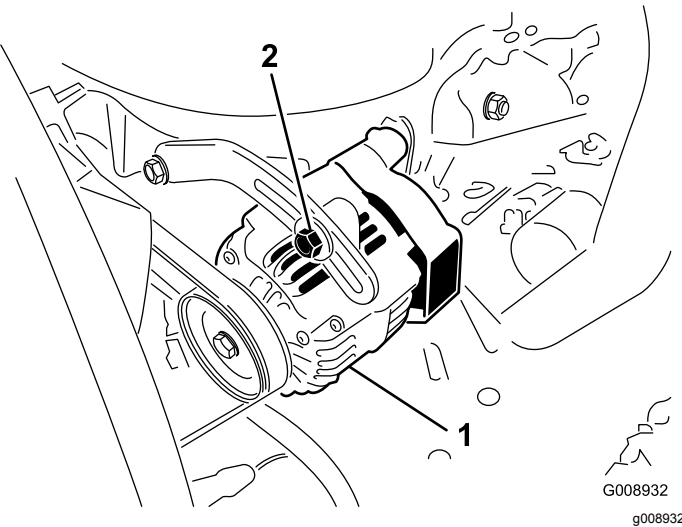

图 59
每操作 100 个小时后检查皮带的状况和张紧力 (图 59)。
- 2. 如果下压不是 10mm请松开发电机固定螺栓 (图 59)。